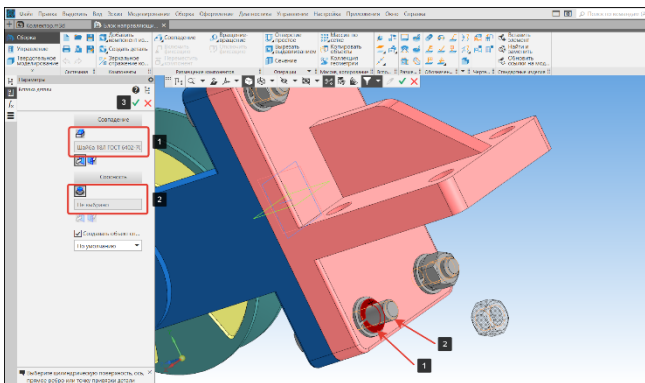

Рисунок 340 – Сопряжение Гровер-Гайка
- Для сопряжения Гровер-Гайка укажем плоскость сопряжения совпадения (плоскость шайбы) (1) и соосность (ось болта) (2) (Рисунок 340). Выполним сопряжение для всех болтовых соединений;